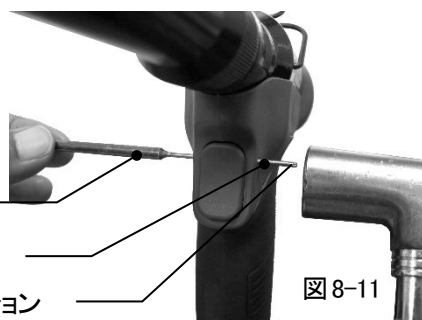

図 8-11
- 5) トリガーを装着し、ピンパンチでハンドルとトリガーの穴合わせを行いトリガーピンのセレーション手前とし、ツール左方向より挿入、ハンマーにてやさしく叩き込んでください。(図8-11)